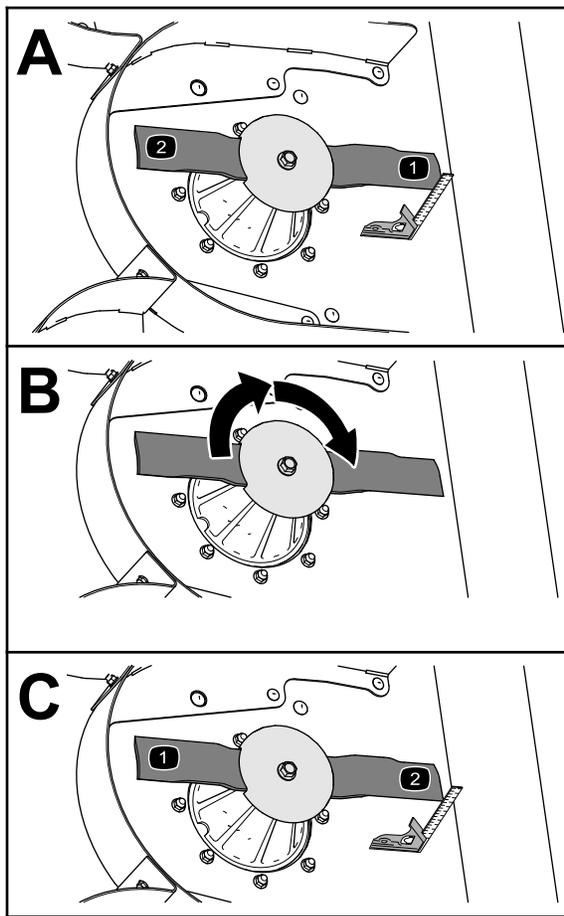

図 72
3. 直角定規を使用して、きれいにした部分から刃先までの距離を測る 図 72。
4. ブレードを 180° 回転させる 図 72。
5. きれいにした部分から刃先までの距離を測る 図 72。